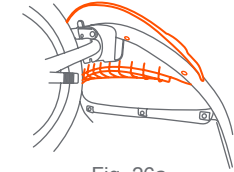

Fig. 26a
- 26) • Aligner le pare-chocs et presser sur le cadre avant (Fig. 26a).